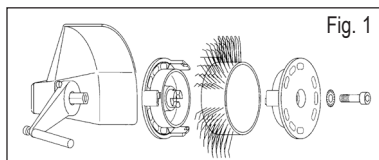
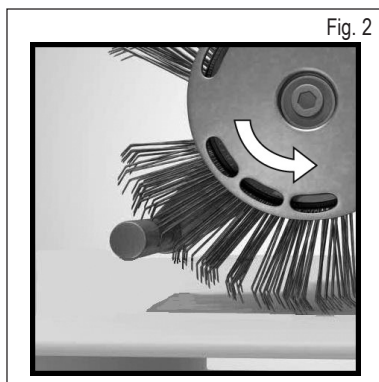

Fig. 1
Fig. 2
3. Afbryd for trykluftsforsyningen, og fastgør så Bristle Blaster® bånd 23 mm resp. 11 mm korrekt til værktøjet med holdesystemet (bemærk omløbsretning) og den dertil indrettede stjernefjerskive og skrue. Se fig. 1 og fig. 2
- Anvendes et Bristle Blaster® Bånd i den forkerte omløbsretning? – Ret børstebåndet ind således, at det forløber i den foreskrevne retning (se kapitel 7, Ibrugtagning, fig. 2).